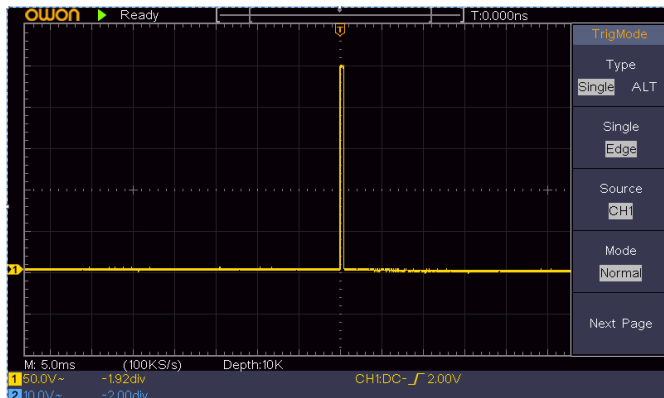

Рисунок 6.3. Обнаружение одиночного сигнала
- 12) Проверьте индикатор состояния запуска сверху дисплея. Если его состояние отличается от Ready, нажмите кнопку Run/Stop, чтобы начать сбор данных и ожидайте события запуска. Если сигнал достигнет уровня запуска, будут собраны данные для построения осциллограммы, которая отобразится на дисплее. С помощью такого подхода легко обнаружить случайный импульс. Например, если требуется обнаружить всплеск с высокой амплитудой, установите уровень запуска несколько выше, чем средний уровень сигнала, нажмите кнопку Run/Stop и ожидайте события запуска. При возникновении всплеска прибор автоматически запустит формирование осциллограммы. Поворотом регулятора «Scale» в поле «Horizontal» в области управления горизонтальной шкалой вы можете менять позицию запуска по горизонтали, чтобы внести отрицательную задержку, что позволит легко увидеть участок осциллограммы до момента всплеска (см. рисунок 6.3).